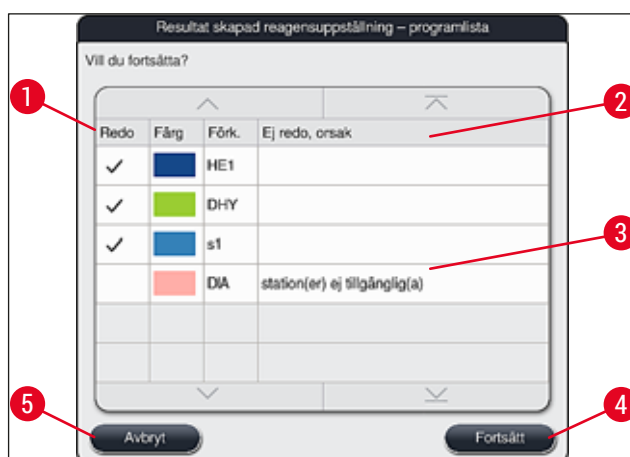

Bild 52
- Om fler program har valts än vad som kan integreras i reagensuppställningen informeras användaren i fönstret **Resultat av reagensuppställninggenerering** (→ "Bild 52"). Program som har integrerats markeras med en bock i kolumnen **Redo** (→ "Bild 52-1").